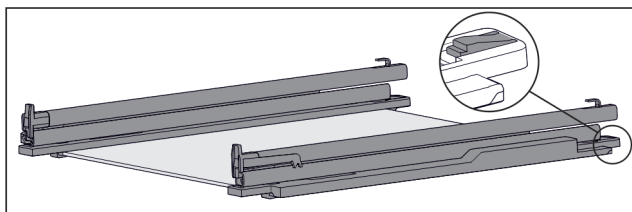

Fig. 126 Sklenená doska s koľajničkami a prídržnými dielmi
- ▶ Potlačte prídržný diel vzadu nadol (pozri Fig. 126) a súčasne posuňte koľajničku dozadu.